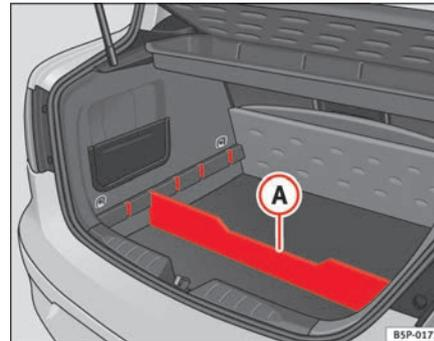

Abb. 106 Trennelement des Gepäckraumbodens
- Das Trennelement (A) ⇒ Abb. 106 je nach Größe der zu transportierenden Gegenstände in die seitlichen Schlitze einsetzen. Unter dem Fach befinden sich das Bordwerkzeug und das Ersatzrad.